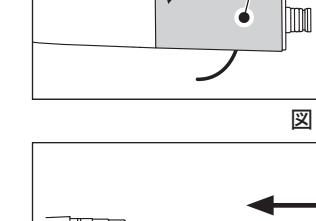

図 39
- 1 テーパリングを図 39 の方向に回してゆるめて取り外します。